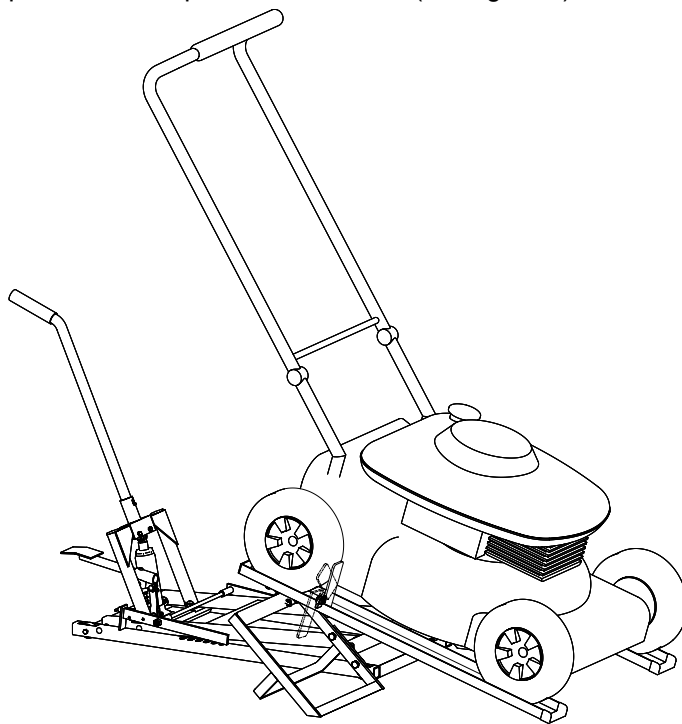

Figure 7 : Instructions pour le chargement
1. Faites rouler la tondeuse à main sur les attachements avec la poignée orientée vers l'arrière du lève-tondeuse, puis faites pivoter les plaques d'arrêt en position verrouillée (voir figure 7).